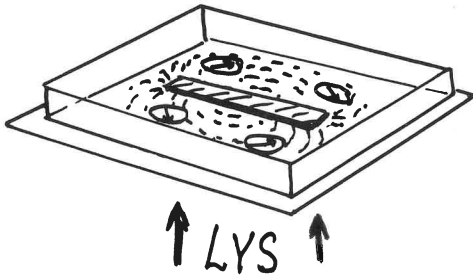

Fig. 2
2) Et antal minikompasser anbringes i karret på passende steder, og magnetnålene stiller sig i overensstemmelse med kraftliniemønsteret som bekræftelse på, at linierne går fra magnetens nordpol til dens sydpol (fig. 2).